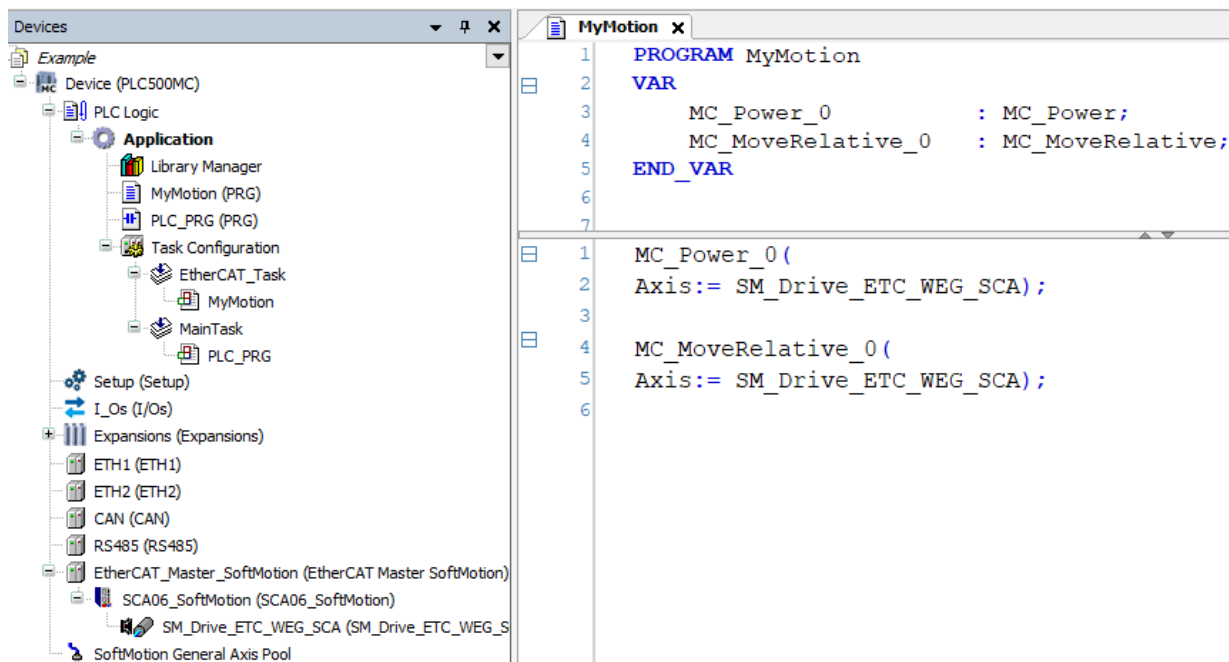

Figura 3.3: Adicionar o POU MyMotion à tarefa EtherCAT\_Task.
- Crie uma instância **MC\_Power** e outra **MC\_MoveRelative** e referencie a entrada **Axis** dos blocos de função com o nome do eixo criado, conforme apresentado na Figura 3.3.